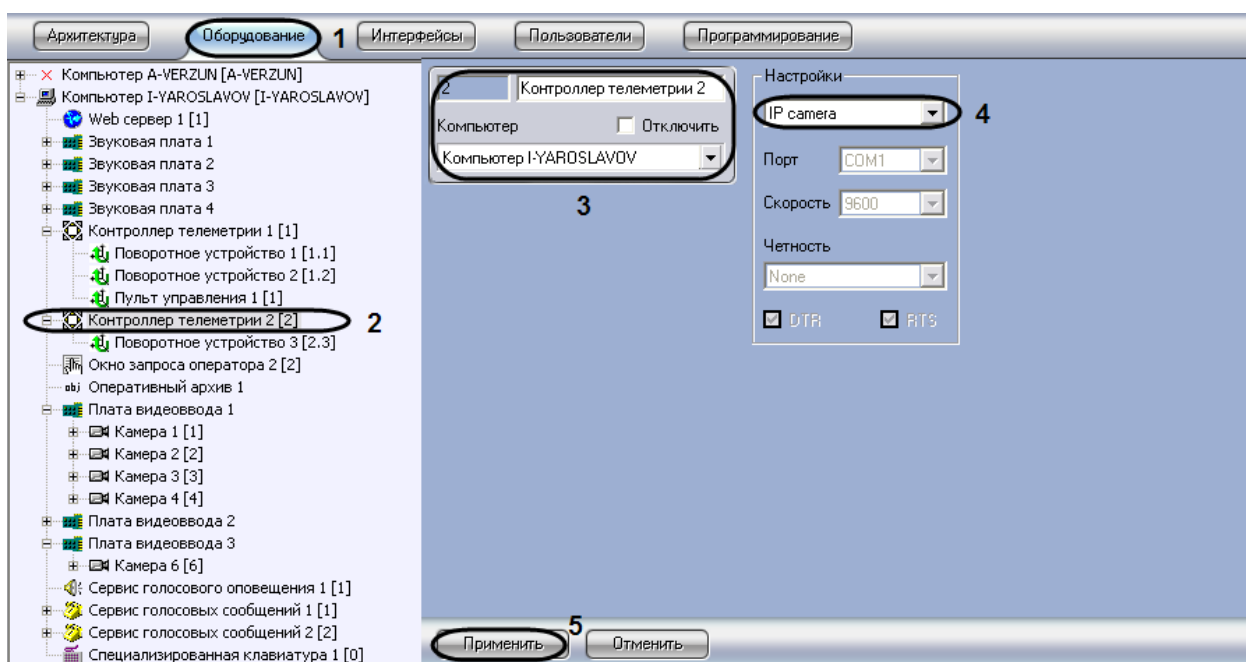

Рис. 3.4—9 Панель настроек объекта «Контроллер телеметрии» для настройки поворотной IP-камеры
1. Необходимо перейти во вкладку «Оборудование» диалогового окна «Настройки» программы «Интеллект» (Рис. 3.4—9, 1).
2. На базе объекта «Компьютер» требуется создать системный объект «Контроллер телеметрии» или выбрать соответствующий объект в дереве объектов во вкладке «Оборудование» диалогового окна «Настройки» программы «Интеллект» (Рис. 3.4—9, 2).
4. Из списка выбрать протокол обмена данными с поворотным устройством. В качестве протокола требуется выбрать пункт «IP camera» для осуществления обмена данными с поворотной IP-камерой по протоколу TCP/IP (см. Рис. 3.4—9, 3).